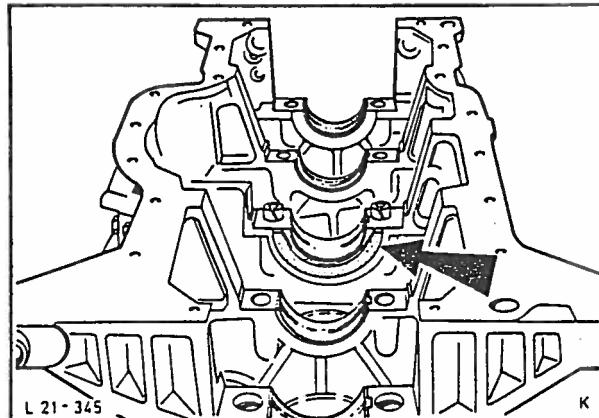

Fig. 59 Sett inn bærelagerskåler og trøsteskiver i motorblokken.
30. Monter bærelagerskålene tørre (inkludert oljespor og boringer) i motorblokken. Sett inn begge trøsteskivene ved det midtre lageret (med bronsesiden og oljeutsparingene utover), fig. 59. Påfør olje på lager-skålene og legg forsiktig veivakselen på plass.